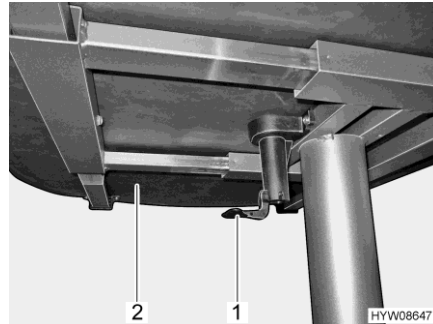

Fig. 55 Levier de déplacement du plateau de table
- Tirer le levier (Fig. 55,1) vers le bas ou l'enfoncer.
- Décaler le plateau de table (Fig. 55,2) dans la position désirée.